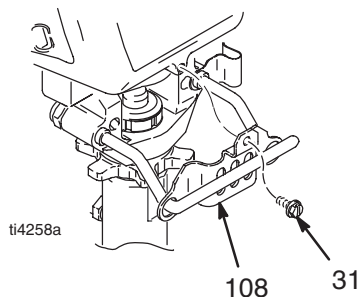

Рис. 8
1. Промойте насос (13).
3. Рис. 8. Отверните винт (31) и сдвиньте защитный экран насосной штанги (108) вперед.
2. Установите штифт насоса (44). Убедитесь, что стопорное кольцо (43) установлено в пазе шатуна (85).
7. Рис. 8. Установите защитный экран насосной штанги (108) и закрепите винтом (31).